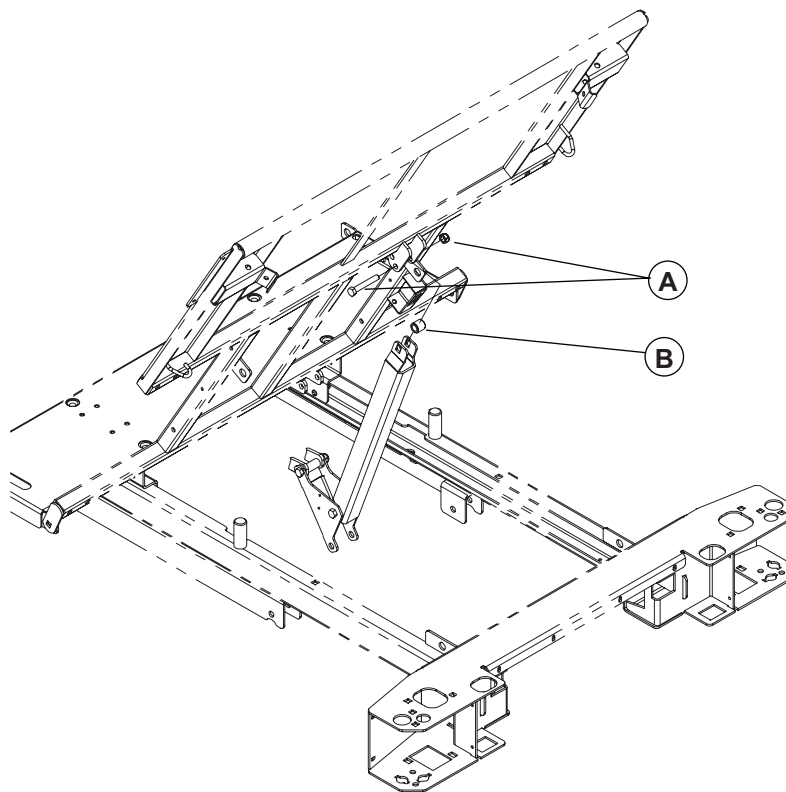

Figure 7
17. À l'aide de deux clés mixtes de 1/2 po, retirer le contre-écrou et le boulon (A, Figure 7) fixant le levier à la section de tête. Déposer le levier sur le châssis. Conserver l'espaceur (B, Figure 7).